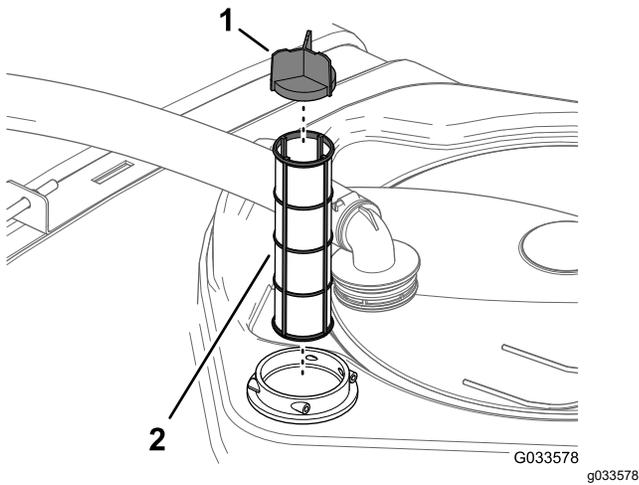

Figure 79
4. Sortez la crépine d'aspiration du logement du filtre dans le réservoir (Figure 79).